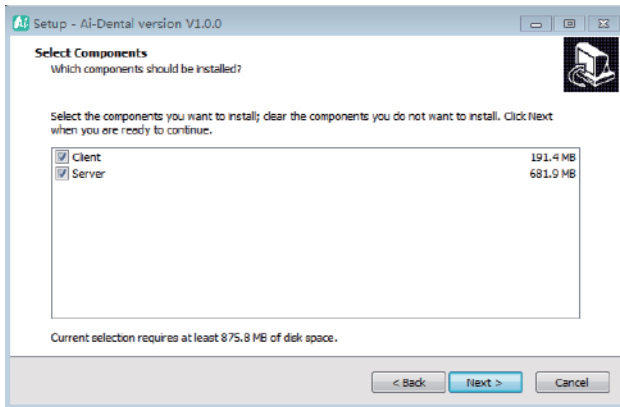

Figura 5
d) Seleccione el componente. El usuario selecciona el componente apropiado según sea necesario y luego hace clic en el botón siguiente, como se muestra en la figura 5: